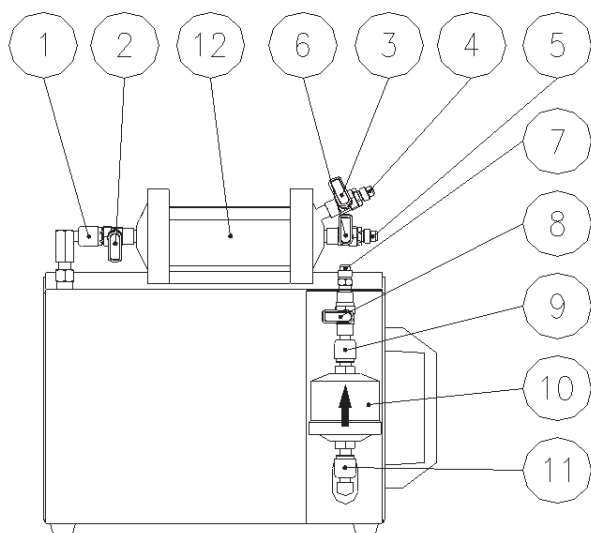

fig.001
2. Koble rød slange **17** fra *fig.001* til kran **2**.
3. Koble blå slange **16** fra *fig.001* til kran **5**.
4. Koble rød høy-trykkslange fra inspensjonsglasset til **høy-trykk service port** på kjøretøyets AC anlegg (bruk adapter 15-18 *fig.001* for R134a systemer).
5. Koble blå lav-trykkslange fra inspeksjonsglasset til **lav-trykk service port** på kjøretøyets AC anlegg (bruk adapter 15-18 *fig.001* for R134a systemer).